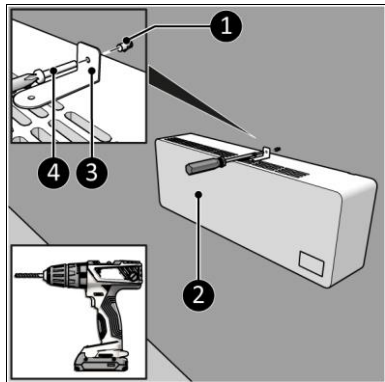

Abbildung 9
10. Legen Sie die mitgelieferte Halterung oben auf das Heizgerät (Abbildung 9, Pos.2) mit der kurzen Seite zur Wand.
13. Bohren Sie an der markierten Stelle ein Loch und setzen Sie einen Dübel ein (Abbildung 9, Pos. 3).